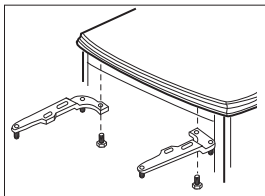

図.2 ブラケットの取り付け
2. 左右ブラケットをストーブトップ脇にあるネジ穴に六角ボルト小で取り付けます (図.2)。ここでは、六角ボルトを指の力だけで締める程度にしてください。
1. ウォーミングシェルフ裏面の溝にブラケットの突起が収まった状態で、図2で取り付けしたストーブトップとブラケットを固定している六角ボルトを増し締めしてください。